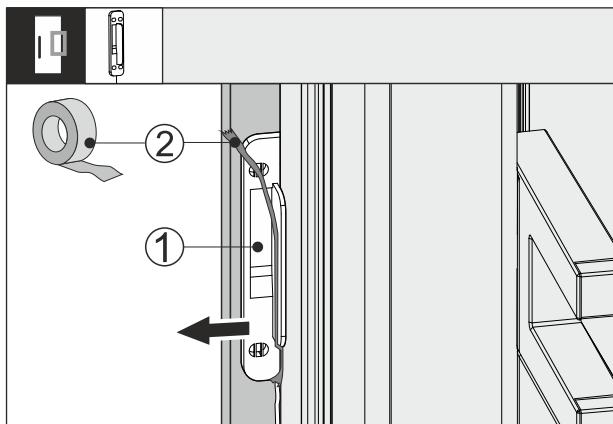

Fig. 64
- ▶ Odlepte lepiaci pásku Fig. 64 (2) zo snímača klopania Fig. 64 (1).